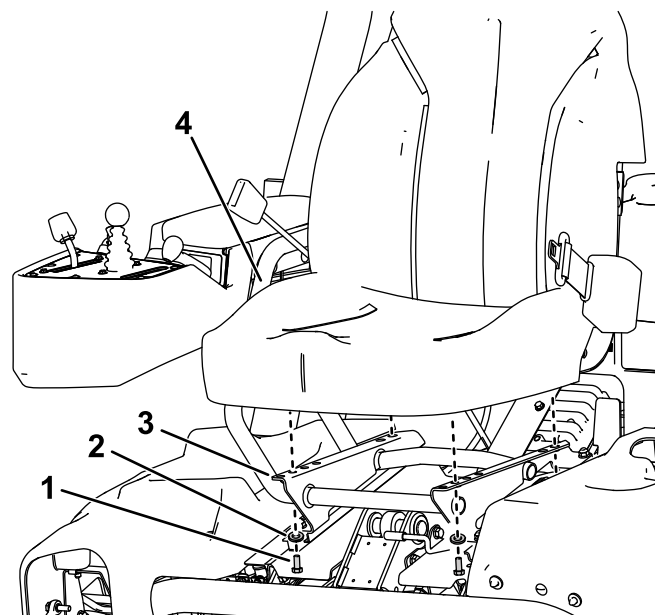

図4
3. 先ほど外したボルト4本とワッシャを使って運転席をシートベースに取り付ける(図4)。